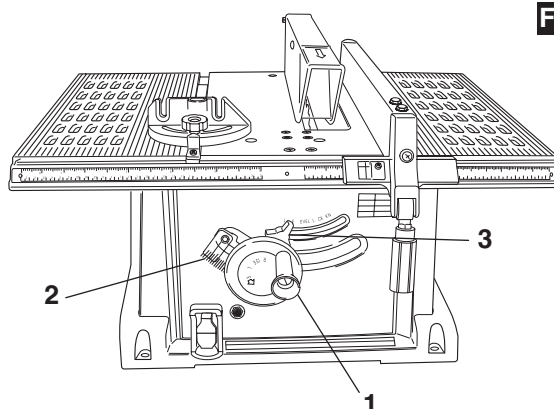

FIG. 12
4. Place a combination square base **4** against the left side of the right miter gauge groove **5** (Fig. 12).
4. Placez une équerre combinée **4** contre le côté gauche de la rainure **5** du guide de coupe angulaire de droite (Fig. 12).
4. Coloque la base de una escuadra de combinación **4** contra el lado izquierdo de la ranura derecha del calibre de ingletes **5** (Fig. 12).